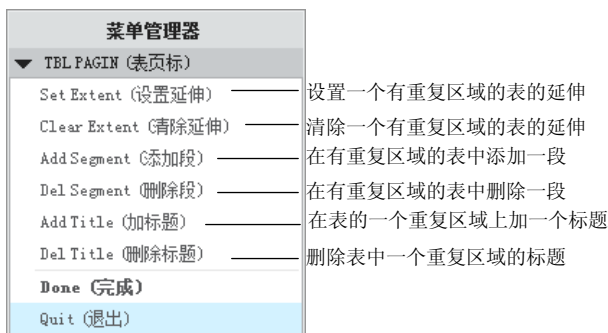

图 8.6.1 “表页标”菜单
Step3. 在表功能选项卡的表下拉列表中选择编页选项，系统弹出图 8.6.1 所示的 TBL PAGIN (表页标) 菜单和“选择点”对话框。